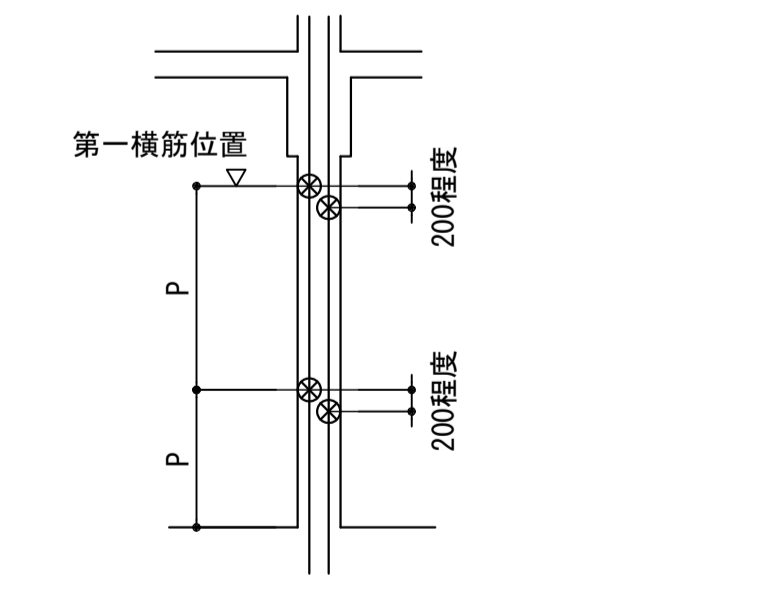

図4-2-2 壁のスペーサーの取付け要領
- 鉄筋サポート・スペーサーの数量、配置は図4-2-1、図4-2-2、図4-2-3、図4-2-4による。